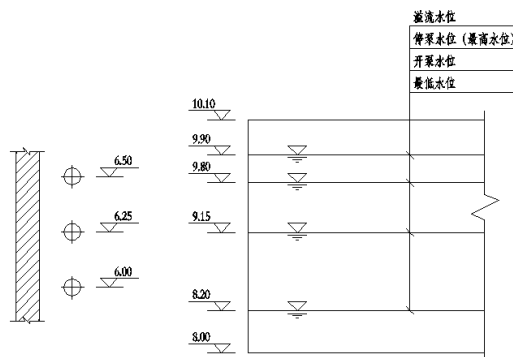

图 1-9 管道及水位的标高
- 剖面图中，管道及水位的标高应按图 1-9 所示的方式标注。